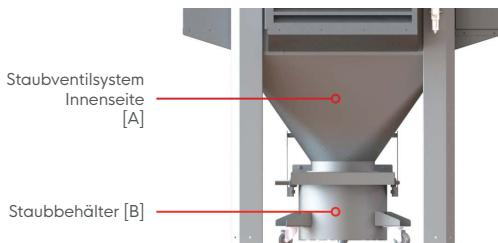

Abbildung 5.2: Teile zur Staubsammlung
- Nehmen Sie den Staubbehälter vorsichtig heraus (Abbildung 5.2 [B]).